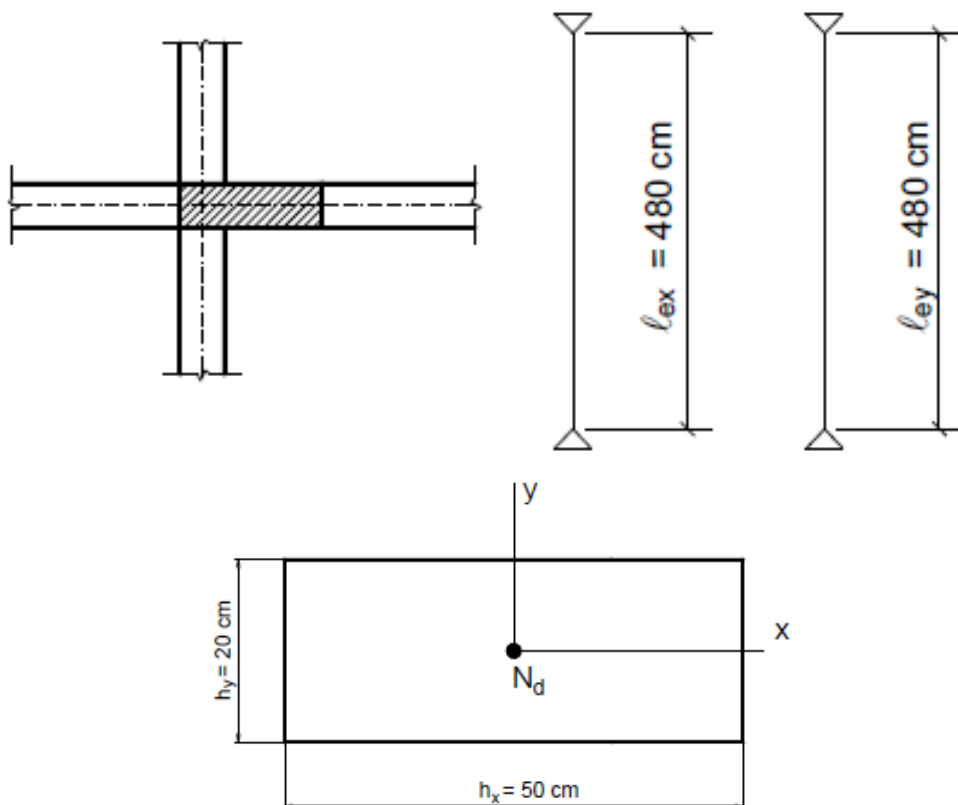

Figura 1. Posição do pilar em relação às vigas, vínculos na base e no topo nas direções x e y, dimensões da seção transversal e situação de projeto
1. Determine a armadura do pilar (indique a distribuição da armadura longitudinal na seção transversal) da Figura 1 com comprimento equivalente $\ell_{ex} = \ell_{ey} = 480$ cm. Dados: $N_k = 1.000$ kN; seção transversal 20 x 50 ($A_c = 1.000$ cm²) ; concreto C30 ; $d' = 4,0$ cm. Resposta: $A_s = 31,03$ cm²